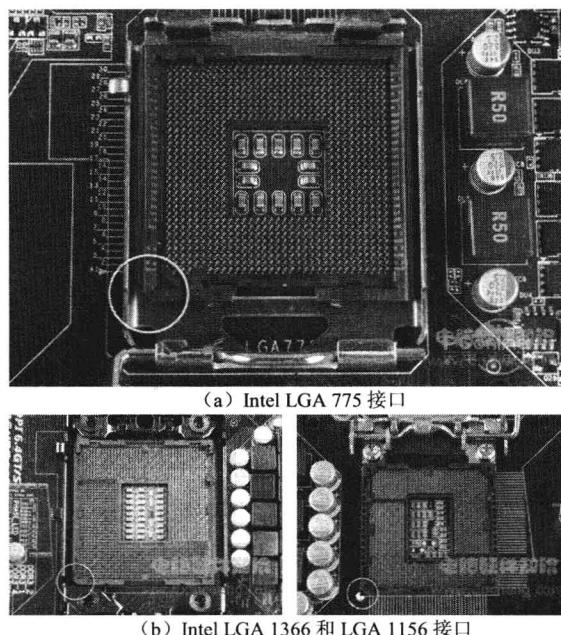

图 1.6 Intel 的 CPU 接口示意图
1) CPU 插槽（或插座）。CPU 插座用于安装 CPU，目前 PC 主要使用 Intel 和 AMD 两个公司生产的 CPU，Intel CPU 目前采用的是 LGA 775、LGA 1366 和 LGA 1156 这 3 种接口。除了酷睿 i7 系列采用的是 LGA 1366 接口，酷睿 i5 和 i3 采用的是 LGA 1156，市面上其他型号的 CPU 都是采用 LGA 775 接口，可以说 LGA 775 仍是主流，各种接口都不兼容。在安装 CPU 时，注意 CPU 的一个角上有箭头，把该箭头对着图中圆圈的方向安装即可。接口如图 1.6 所示。